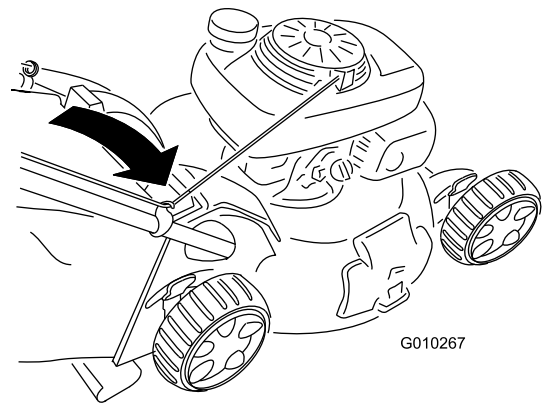

Bild 28
2. Verlegen Sie das Starterkabel um die untere Kabelführung (Bild 28).